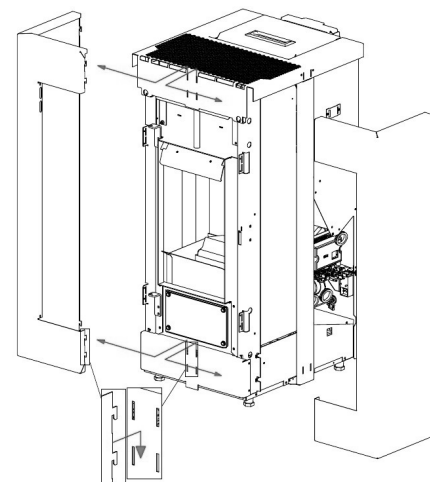

Fig. 54 - Aushaken der Seiten
- Die 4 Schrauben heraus-schrauben und die schwarzen Profileisten über und unter der Tür entfernen (siehe **Fig. 54**).